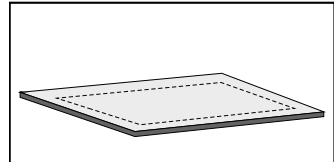

Figura 20
- Recorte cuidadosamente el rectángulo trazado; recuerde que esta labor debe ser realizada por personal calificado y certificado (Ver figura 20).